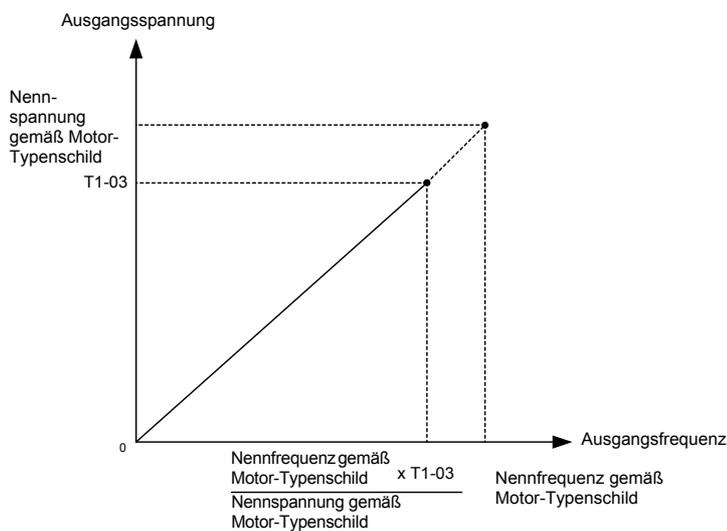

Abb. 4.3 Einstellung der Motornennfrequenz und der Frequenzumrichter-Eingangsspannung
- Wenn die Motornennspannung höher als die Versorgungsspannung ist, setzen Sie die Nennspannung wie in *Abb. 4.3* dargestellt herab, um eine Sättigung der Frequenzumrichter-Ausgangsspannung zu vermeiden. Gehen Sie zur Durchführung des Autotunings wie folgt vor: